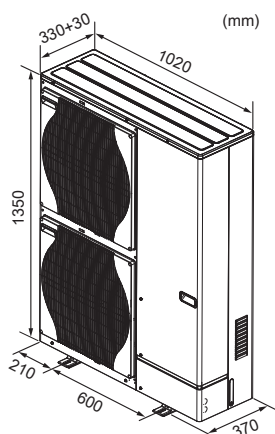

Fig. 2-2
2.2. Dimensioni (Sezione esterna) (Fig. 2-2)